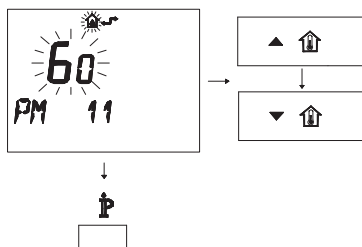

Figura 5.39
- Per modificare il SET programmato agire sui pulsanti ▲⏮ o ▼⏮ e aspettare che il numero programmato cominci a lampeggiare (Figura 5.39). Ogni passo incrementato o decrementato corrisponde a 1 secondi.